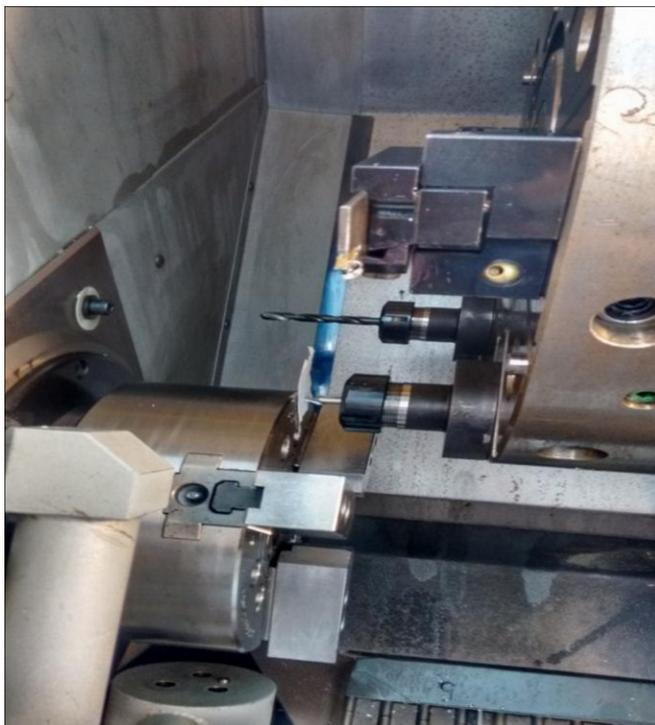

Figura 2 - medição das ferramentas no eixo Z
- Medição das ferramentas pelo processo manual. Para aferir o tamanho das ferramentas, definiu-se um ponto de medição comum a todas elas, neste caso a base da bucha. No modo manual, aproximou-se a ferramenta da bucha, sendo depois utilizado um papel de modo a que o mesmo ficasse preso, mas ao mesmo tempo, passível de ser removido. (figura 2)